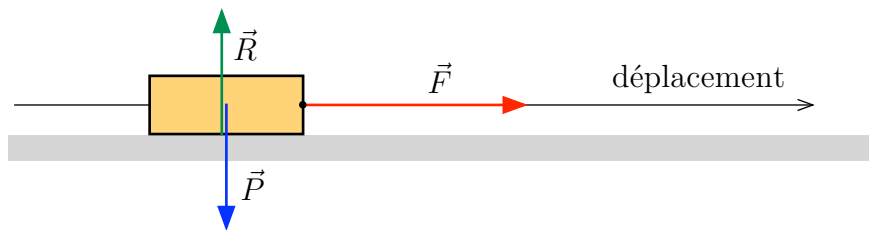

FIGURE 4.5 – Accélération sur une piste horizontale
**Exemple 4.2** Un solide de masse  $m$  peut glisser sans frottement sur une piste horizontale. Le solide est accéléré du repos à la vitesse  $v$  sous l'action d'une force constante  $\vec{F}$  (figure 4.5).